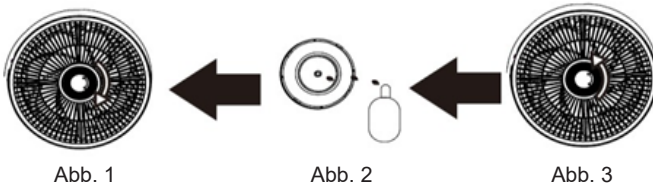

Abb. 1
1. Drehen Sie die Kappe des Amora-Halters in der Mitte gegen den Uhrzeigersinn, um sie zu entfernen. (Abb. 1)